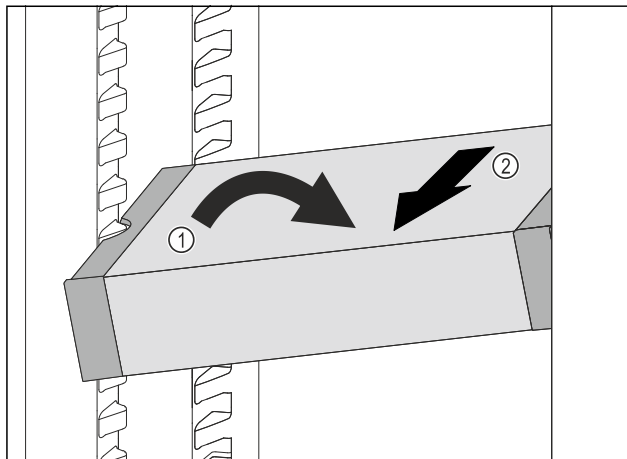

Fig. 117
- Poziționați oblic VarioSafe în frigider. Fig. 117 (1)
- Extrageți VarioSafe spre înainte. Fig. 117 (2)